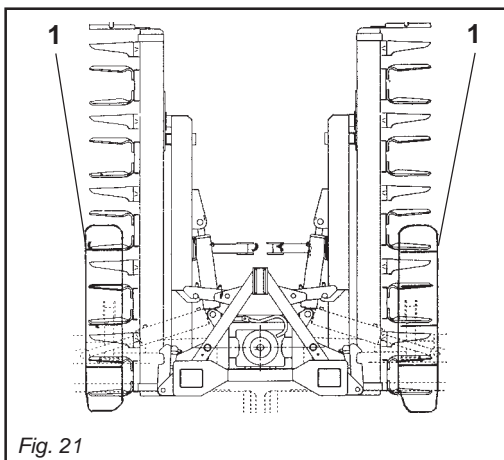

Fig. 21
- **Montare le due protezioni laterali dei coltelli (1 Fig. 21) per la fase di trasporto.**
- ***Mount the two side guards that protect the tines (1 Fig. 21) during the transport phase.***
- **Montez les deux protections latérales des couteaux (1 Fig. 21) pour la phase de transport.**
- ***Montieren die beiden seitlichen Schutzvorrichtungen der Messer (1 Fig. 21) für den Transport montieren.***
- **Montar las dos protecciones laterales de las cuchillas (1 Fig. 21) para la fase de transporte.**